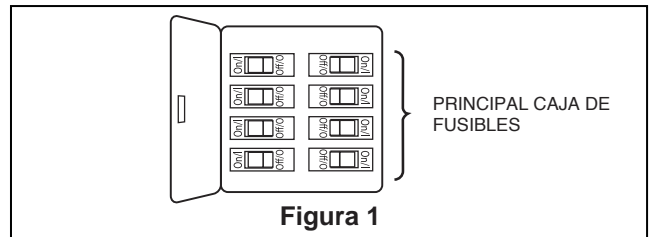

Figura 1
1. Extraiga uno de los tornillos de hombro en el soporte del gancho. Afloje el segundo tornillo de hombro sin extraiga completamente. Instale la cubierta rotando la ranura clave en la cubierta sobre el tornillo de hombro del soporte del gancho. Fije el tornillo de hombro. Instale adecuadamente y fije el segundo tornillo de hombro que fue anteriormente guardado. (Figura 1)
1. Apoye el lado liso del soporte de aspas sobre una superficie plana, con la parte interior del soporte mirando hacia arriba. Este es el lado que tiene los pilotes roscados y la base inclinada. Coloque las aspas sobre sus soportes con los postes roscados que se muestran. Asegúrese de que el borde inferior del asa esté completamente asentado sobre el brazo del asa. Coloque la cubierta del soporte de aspas sobre el asa, y alinee los orificios sobre los pilotes roscados. Con un destornillador Phillips, enrosque ambos tornillos en los pilotes pero no los ajuste por completo. Antes de ajustarlos por completo, alinee la línea central del soporte de aspas con el centro del extremo del asa. Ajuste ambos tornillos para asegurar el asa. (Figura 1)